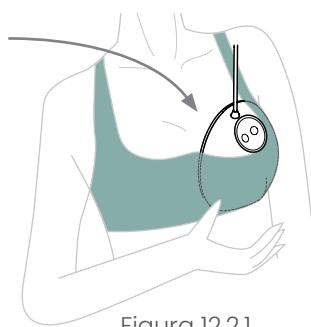

Figura 12.2.1
1. Introduzca la unidad de preacondicionamiento en el sujetador (desde arriba), procurando situar el pezón en el centro de la copa (Figura 12.2.1).